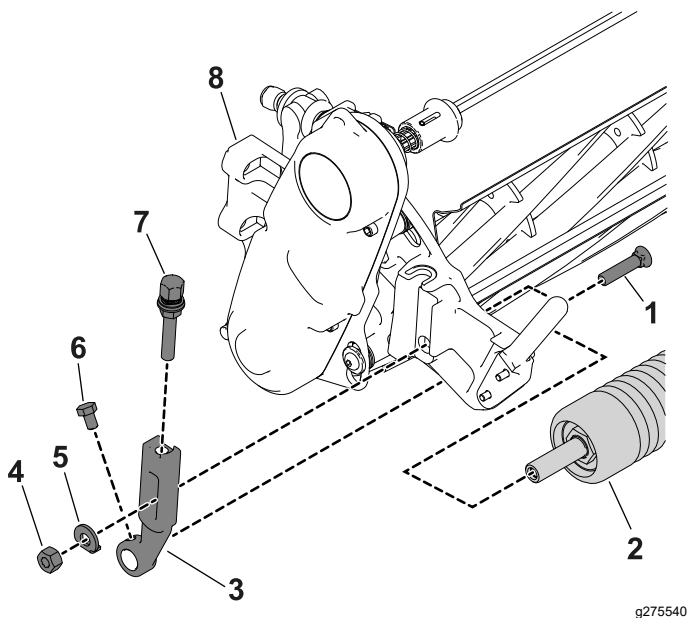

Figura 3
1. Retire o parafuso de arado, anilha e porca flangeada que prende um dos suportes de altura de corte (HOC) à placa lateral da unidade de corte (Figura 3).